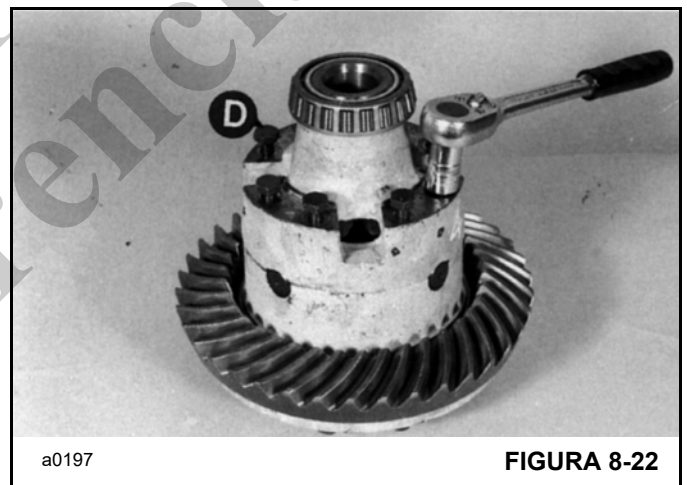

FIGURA 8-22
a. Retire los pernos D (Figura 8-22).